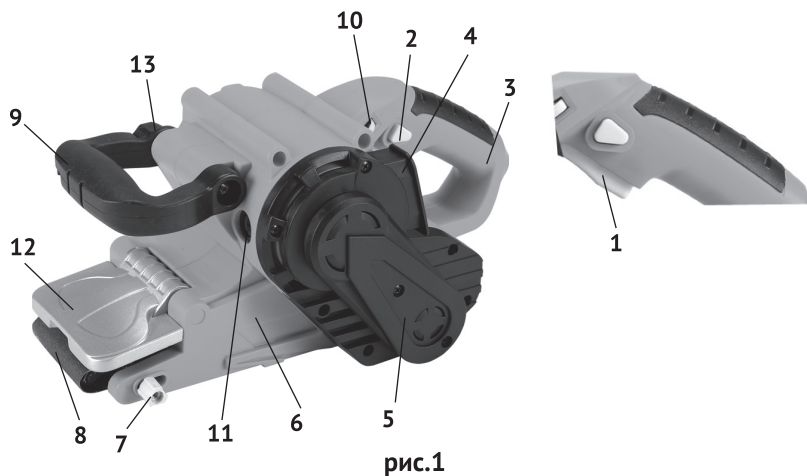

рис.1
Справа на передней ручке (рис.1 поз.9) находится диск регулятора скорости (рис.1 поз.10), поворотом которого меняется скорость движения ленты.
Внешний вид шлифмашины представлен на рис.1
1.7 Механизм шлифмашины расположен в пластиковом корпусе (рис.1 поз.6), состоящем из двух половин. Крутящий момент с якоря электродвигателя, зубчатым ремнём передаётся на ведущий валик. Между ведущим и ведомым валиками движется абразивная шлифовальная лента (рис.1 поз.8) на тканевой основе – рабочий инструмент шлифмашины.
1.8 Клавиша выключателя (рис.1 поз.1) расположена в нижней части рукоятки.
Включение шлифмашины осуществляется нажатием на клавишу выключателя. Фиксация клавиши в рабочем положении, осуществляется кнопкой (рис.1 поз.2), расположенной слева на рукоятке. При повторном нажатии на клавишу, кнопка фиксации и клавиша (со щелчком) возвращается в исходное положение - выключено.
1.9 Модель укомплектована пластиковой передней ручкой (рис.1 поз.9), которая может поворачиваться вокруг оси крепления. Фиксация ручки в выбранном положении осуществляется рычагом (рис.1 поз.13), расположенным на правой стороне шлифмашины.
Металлический откидной кожух (рис.1 поз.12), поднятый вверх, открывает верхнюю часть шлифовальной ленты для удобства в труднодоступных местах.
1.10 Пылесборник, входящий в комплект поставки, устанавливается на патрубок пылеотвода (рис.1 поз.4) и предназначен для сбора шлама и пыли, образующейся в процессе шлифования. Поток воздуха из корпуса к патрубку обеспечивает специальная крыльчатка, с отдельным шестерёнчатый приводом.
- включите машину на холостом ходу и отцентрируйте регулятором (рис.1 поз.7) прямой ход ленты;
- при выключенном инструменте, установите пылесборник на патрубок пылеотвода (рис.1 поз.4);
- снять кожух ремня (рис.1 поз.5), открутив 3-и крепёжных винта;